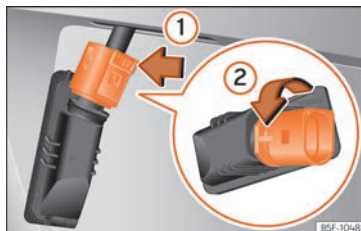

Fig. 73 Luz de matrícula: desmontar el portalámparas.
- Presione sobre el bloqueo del conector en el sentido de la flecha » **fig. 73 ①** y extraiga el conector.
- Gire el portalámparas en el sentido de la flecha » **fig. 73 ②** y extráigalo junto con la lámpara.
- Encaje el portalámparas en la luz de la matrícula y gírelo hasta el tope en sentido contrario al de la flecha » **fig. 73 ②.**